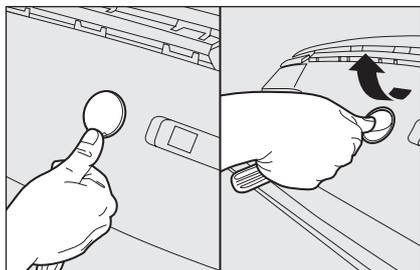

fig. 44
- extraire le bouchon (sans le tourner) en effectuant un mouvement perpendiculaire au plan d'appui **fig. 44**.